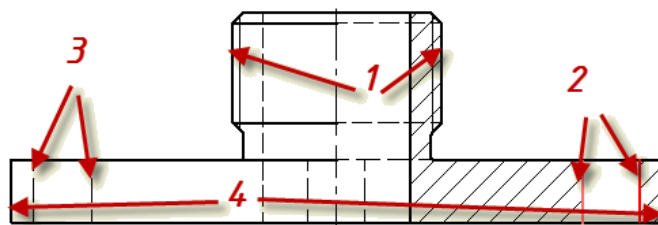

Рис. 3.25. Нанесение осевых линий
- Нажмите поочередно на пары кромок отверстий и цилиндров (рис. 3.25). Появятся осевые линии.